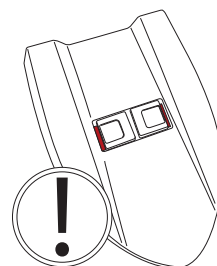

Fig.20
- Trykk på lokket til du merker at de to glidelukningene på oppsamlingstanken festes. De to lukningene skal begge bevege seg mot utsiden av lokket (fig. 20).
Lokket er korrekt installert når bakgrunnen med **RØD** farge **IKKE** er synlig på plassene til de to lukningene (fig. 20).